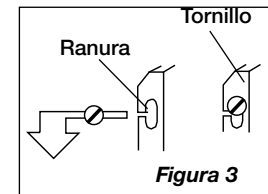

Figura 3
- Instale el Ventilador en la ventana enganchando las Ranuras en los Tornillos en el marco de la ventana. Deslice el Ventilador hacia abajo en los Tornillos hasta que descanse sobre la parte inferior del marco. (Figura 3)